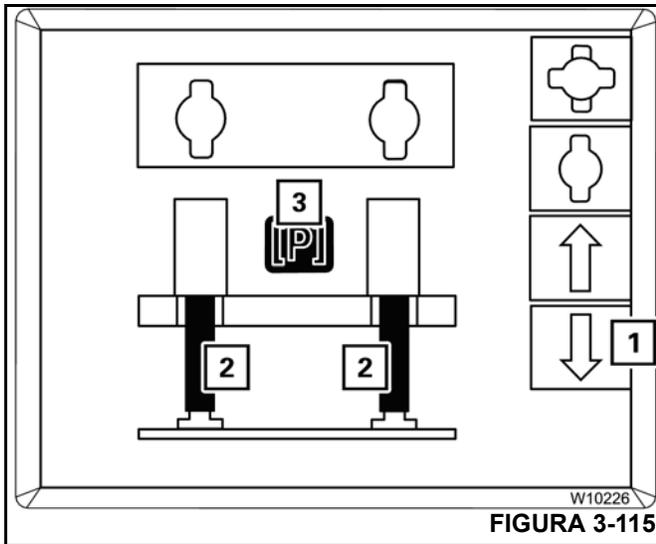

FIGURA 3-115
1. Presione el botón F8 (1, Figura 3-115).
2. Los cilindros elevadores (2) se extienden: